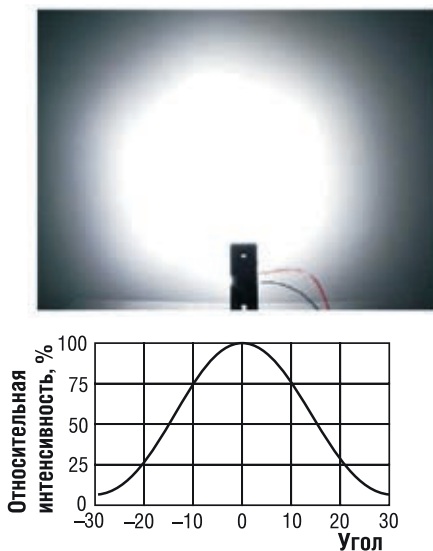

Рис. 2. Средняя диаграмма направленности
- средняя диаграмма — угол эффективного излучения 20-50° (см. рис. 2);